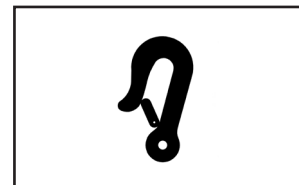

Abbildung 1
- Die Positionen der vier Befestigungspunkte am Roxx werden mit einem Aufkleber mit Hakensymbol angegeben (siehe Abbildung 1).